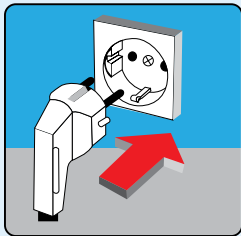

Abb. 11
- Wenn Ihr Gerät während des Transports zu stark gerüttelt wurde, lassen Sie es (1) Stunde ruhen, bevor Sie es in Betrieb nehmen. So kann das Kompressoren-Öl, sollte es ins System gelaufen sein, wieder zurücklaufen. Sollten Sie das Gerät, ohne dieses zu beachten, in Betrieb nehmen, könnten Sie somit dem Kompressor schaden.
- Schließen Sie das Gerät nur an einen Stecker an, der entsprechend den Regulierungen angegeben wurde und 220-240V/ 50 Hz Alternativspannung besitzt. (Abb. 11)